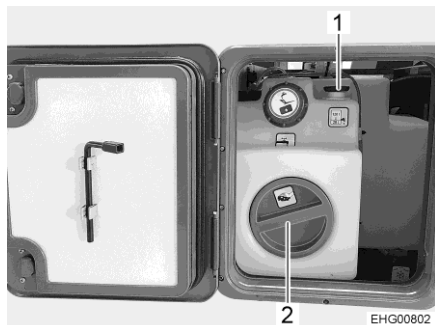

Fig. 186 Réservoir d'eau avec poignée tournante
- Faire tourner la poignée tournante (Fig. 186,1) du réservoir d'eau à fond dans le sens inverse des aiguilles d'une montre au-delà de la résistance pour ouvrir entièrement l'ouverture d'écoulement.